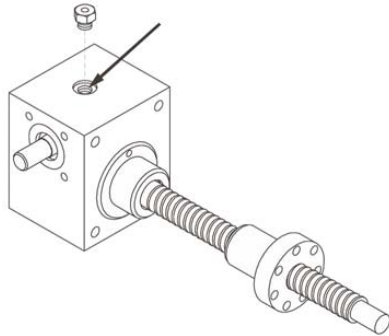

Fig. 14: Nipple
- Graisser le vérin à vis sur les nipples (voir figure 14).